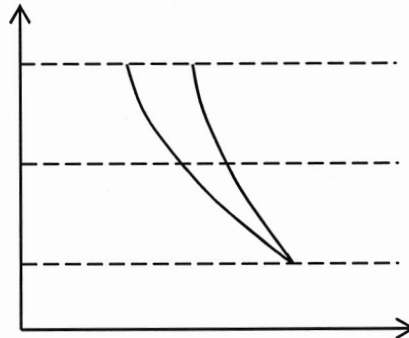

Figure 6
26- On donne en **Figure 6**, le tracé à partir d'un point 1 du diagramme de Clapeyron, deux évolutions : l'une isotherme, l'autre isentropique. Reprenez sur votre copie ce diagramme en identifiant le tracé de l'évolution isentropique et de l'évolution isotherme. On justifiera la réponse en démontrant une relation entre la pente d'une isotherme et la pente d'une isentropique.
- 27- Toujours à partir de la **Figure 6**, tracer un nouveau diagramme de Clapeyron en y faisant figurer la courbe représentative de l'évolution de $1 \rightarrow 2$ relative à la configuration compression à un étage. Sur le même graphe représenter les trois évolutions $1 \rightarrow 1a$, $1a \rightarrow 1b$ et $1b \rightarrow 2a$ relatives à la configuration compression à deux étages.